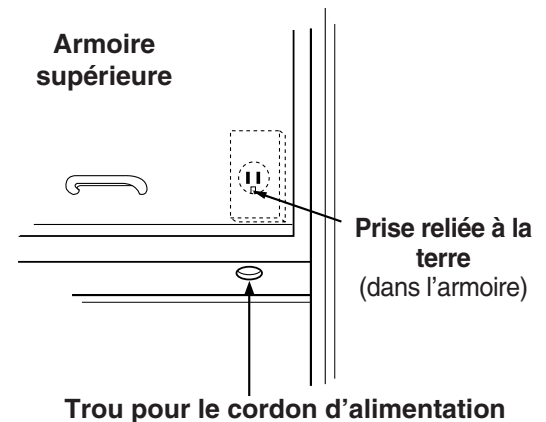

Figure 4
1. Placer la prise de courant reliée à la terre dans laquelle sera branché le four dans l'armoire au-dessus du four, tel qu'indiqué à la figure 4.
2. Le trou pour le cordon électrique (montré à la figure 4) sera découpé plus tard, au moment de la préparation du mur et de l'armoire supérieure, à l'étape 4.